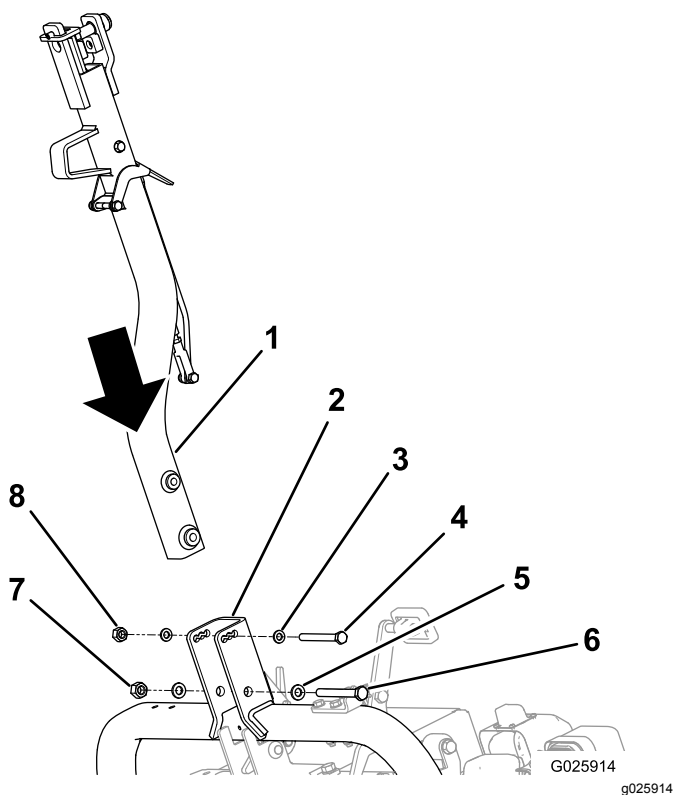

Рисунок 5
2. Прикрепите сцепку к кронштейну поворота сцепки с использованием соответствующих крепежных деталей, см. Рисунок 5.